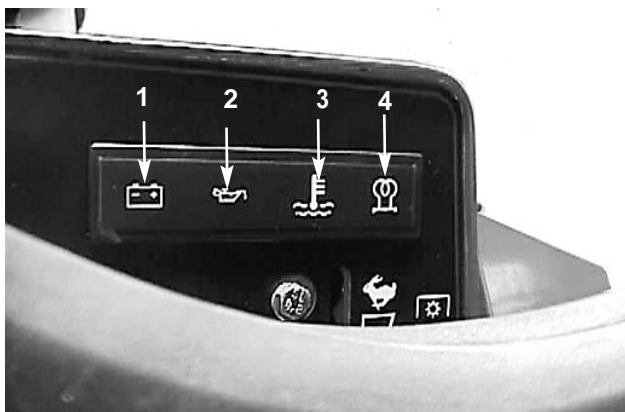

Fig. 12
**Spia luminosa di ricarica** (Fig. 12)—Si accende quando il sistema di ricarica non funziona correttamente.
**Spia luminosa della pressione dell'olio** (Fig. 12)—Quando la spia dell'olio è accesa, indica bassa pressione dell'olio motore. La spia deve spegnersi una volta che il motore è avviato. Quando il motore è acceso, la spia si accende se la pressione scende al di sotto del livello di sicurezza in esercizio. Se si accende mentre il motore è acceso, **spegnere immediatamente il motore e rettificare la causa della caduta di pressione dell'olio.**
**Spia luminosa della temperatura del refrigerante** (Fig. 12)—La spia luminosa della temperatura del refrigerante indica che l'impianto di raffreddamento del motore è surriscaldato.
**Spia luminosa della candela a incandescenza** (Fig. 12)—La spia luminosa della candela a